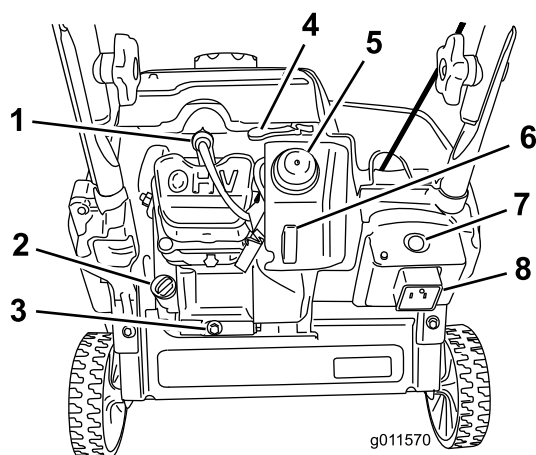

Figure 11
3. Nettoyez la surface autour du bouchon de remplissage (Figure 11).